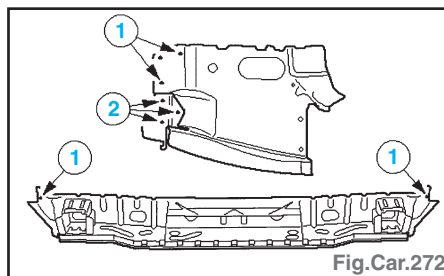

Fig.Car.272
- Traverse et renfort de traverse (Fig. Car.272) :
- percer des trous pour le soudage par bouchonnage (1),
- souder par points (2).